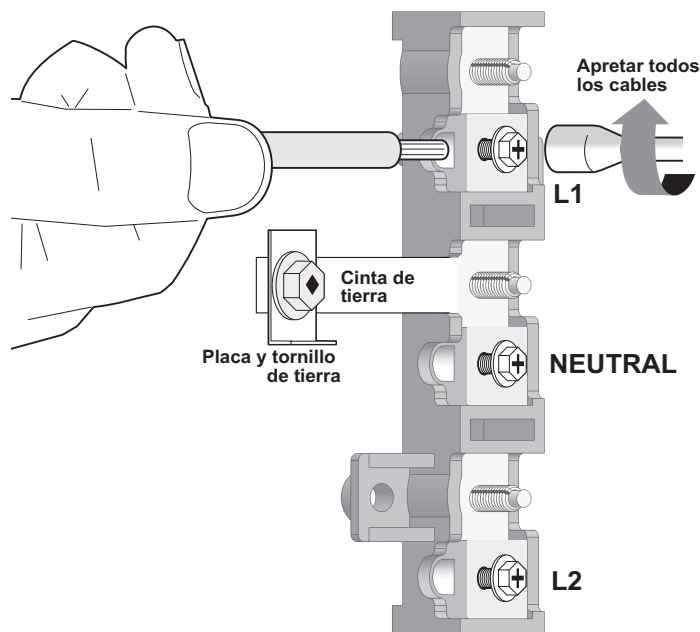

Fig. 16
1. Desforre el aislamiento de los extremos del cableado permanente para la Línea 1, Línea 2, Neutro (además desforre el alambre de conexión a tierra en las conexiones tetrafilares). Apriete los 3 conductores hacia el tablero de bornes (Siga las ubicaciones de los alambres que se muestran en la Fig. 16). **NOTA IMPORTANTE: NO AFLOJE** las conexiones de tuerca instaladas en la fábrica que aseguran el cableado de la estufa en el tablero de bornes. Se puede producir una falla eléctrica o pérdida de la conexión eléctrica si estas 3 tuercas son aflojadas o retiradas.